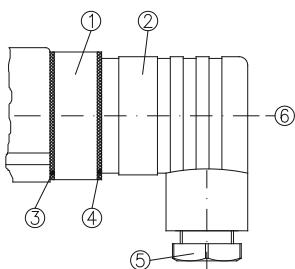

Abb. 5
- ↳ Lösen Sie die Zentralschraube ⑥ M3x35 und ziehen Sie die Leitungsdose ② vom Gerätestecker ① (→ Abb. 5). Entfernen Sie die Zentralschraube ⑥ aus der Leitungsdose ②.